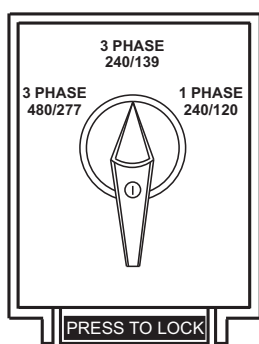

Figure 19. Sélecteur de tension (position triphasée 240/139 volts)
1. Placez l'interrupteur de sélection de tension en **position triphasée 240/139 volts**, comme indiqué dans la Figure 19.